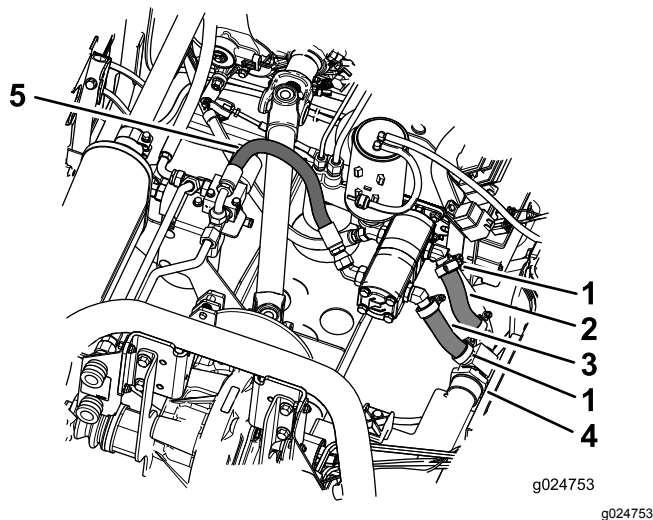

Figura 12
4. Instale la manguera hidráulica y las mangueras girando el acoplamiento en T grande y el acoplamiento de 90° e introduciéndolos en los extremos de las mangueras. El giro de los acoplamientos facilita la instalación de las mangueras. Consulte Figura 12.
5. Sujete las mangueras con abrazaderas (Figura 12).